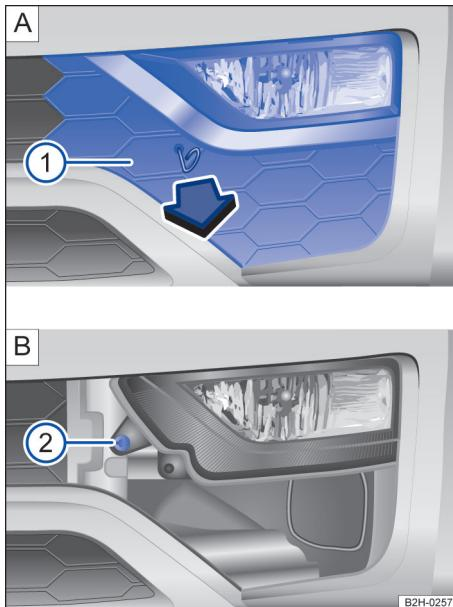
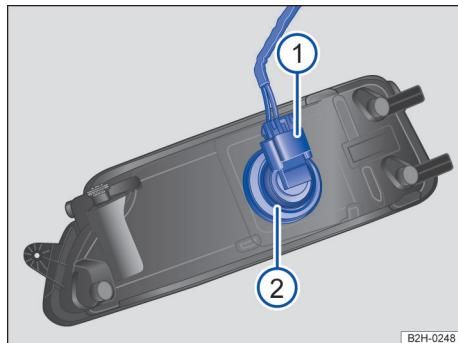

Fig. 147 No para-choque dianteiro à direita: desinsertar o farol.
Fig. 148 Substituir a lâmpada incandescente do farol.
→ **Fig. 147** e → **Fig. 148**
- ① Observar e executar a lista de controle → Página 202.
- ② Retirar o gancho extrator das ferramentas de bordo e encaixar na abertura da cobertura → **Fig. 147** A. Remover a cobertura ① A para frente no sentido da seta e, se for o caso, deixá-la suspensa cuidadosamente no cabo do sensor do auxílio de estacionamento.
- ③ Desaparafusar o parafuso de fixação → **Fig. 147** ② B com a chave de fenda das ferramentas do veículo → Página 198.
- ④ Rebater o farol um pouco para frente e retirá-lo dos apoios laterais.
- ⑤ Destrarvar e retirar o conector → **Fig. 148** ①. ►
- ⑥ Girar o suporte de lâmpadas na direção da seta até o batente no sentido anti-horário e retirar com a lâmpada incandescente
→ Fig. 148 ②.
- ⑦ Substituir a lâmpada incandescente queimada por uma lâmpada incandescente nova do mesmo modelo.
- ⑧ Encaixar o suporte da lâmpada no farol e girar no sentido horário até o batente.
- ⑨ Encaixar o conector → Fig. 148 ① no suporte da lâmpada ②. O conector deve encaixar automaticamente.
- ⑩ Encaixar o farol nos alojamentos e rebater para trás.
- ⑪ Apertar o parafuso de fixação
→ Fig. 147 ② [B] com a chave de fenda.
- ⑫ Encaixar a cobertura no para-choque
→ Fig. 147 ① [A].